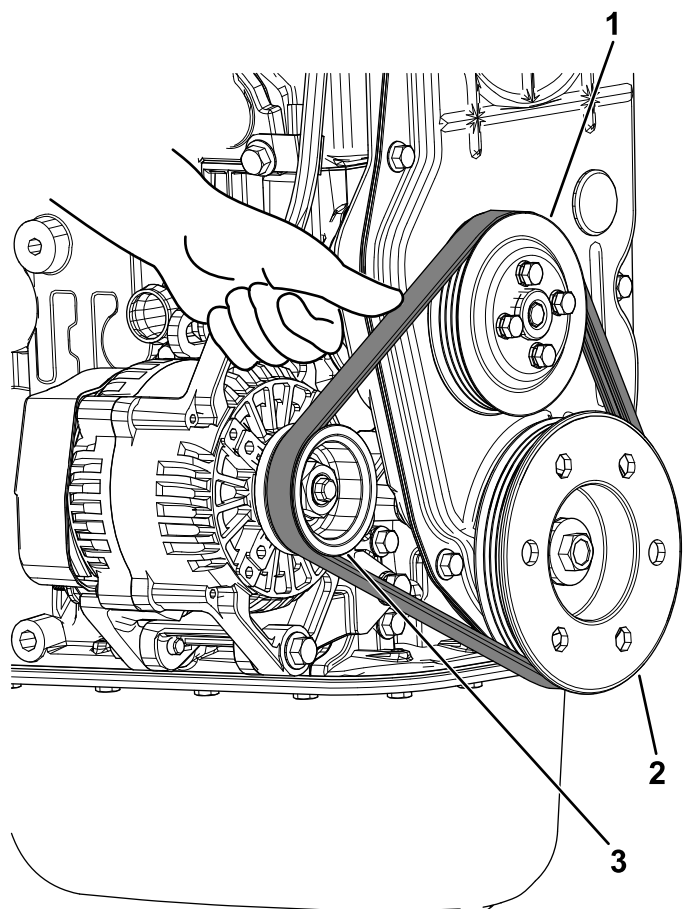

Figure 64
1. Mesurez la flèche de la courroie en exerçant une force de 98 N sur la courroie entre la poulie de ventilateur et la poulie d'alternateur (Figure 64).
6. Mesurez la flèche de la courroie en exerçant une force de 98 N sur la courroie entre la poulie de ventilateur et la poulie d'alternateur (Figure 64).